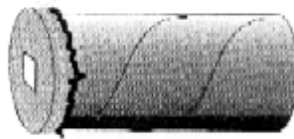

Figura 1. Dispositivo experimental
- c) Pega el espejito en la parte externa del globo como se muestra en la figura 1, ¡tienes listo tu dispositivo experimental!